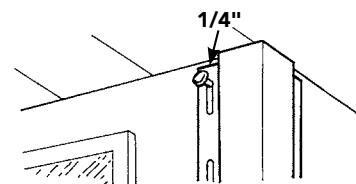
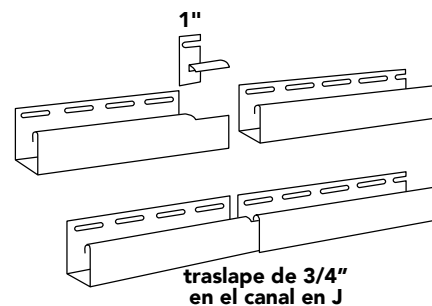
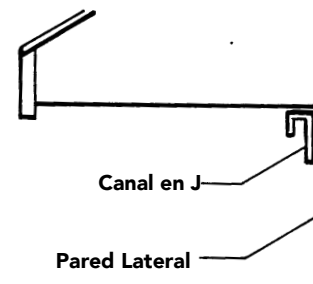

Figura 51
Figura 53
Figura 54
- Coloque los primeros clavos en la parte superior de las ranuras de clavado más altas para sostenerlos en su lugar (Figura 51). Coloque todos los demás clavos en el centro de las ranuras. Los clavos deben estar a 8" a 12" (203mm a 305mm) de distancia.
- Ajuste cada 8" a 12" (203 mm a 305 mm). Use el centro de las ranuras de clavado. Todo el vinilo debe sujetarse con firmeza pero sin apretarlo. No debe restringirse el movimiento hacia los lados. Deje espacios libres de 1/4" (6.4 mm) en los esquineros (Figura 51). Donde se unen los tramos, recorte 1" (25.4 mm) de la brida de clavado y traslape 3/4" (19 mm) para lograr una unión prolija (Figura 53).
Instale el canal en J en la parte superior de las paredes laterales (Figura 54). En los extremos del hastial, haga saltar un hilo de tiza a lo largo de la base del hastial e instale un canal en J. Traslape en donde sea necesario y deje espacios libres para la expansión (Figura 53).